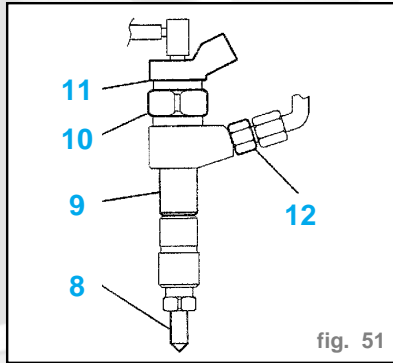

fig. 51
- Ne pas dissocier le porte-injecteur Diesel (9) des éléments suivants (fig. 51) :
- injecteur diesel (8)
- élément électromagnétique (11) (destruction)